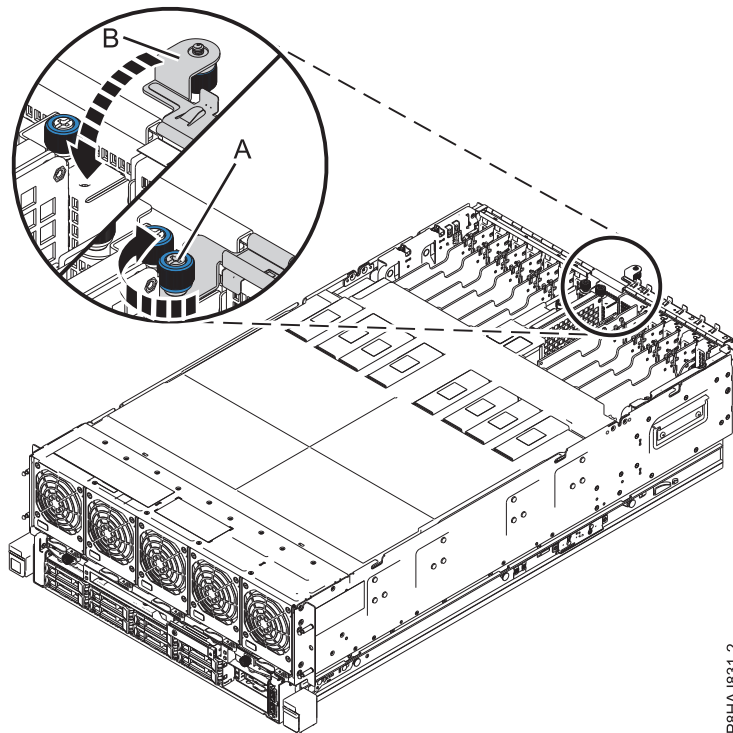

Figura 72. Tancament del pestell d'E/S
2. Tanqueu el pestell d'accés de servei (B) empenyent-lo cap al xassís tal com es mostra a la Figura 72 a la pàgina 108.
3. Colleu el cargol de mà (A) fent-lo girar en la direcció que es mostra per fixar el pestell al xassís.